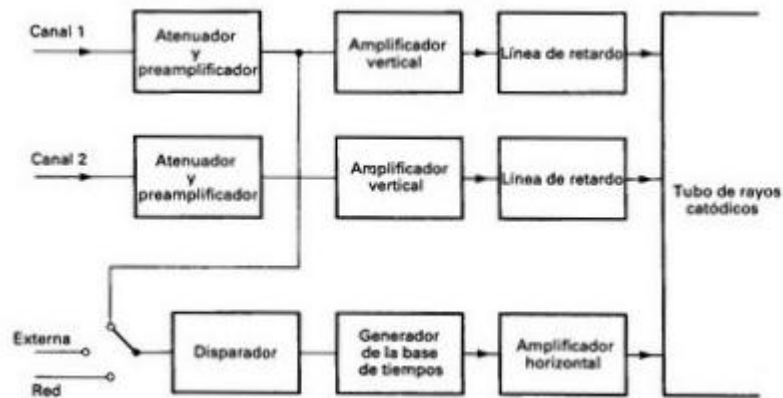

Fig.56.- Diagrama de bloques de un osciloscopio de doble haz.
Los términos de doble traza y doble haz se utilizan para osciloscopios que tienen dos entradas visualizándose dos trazos en la pantalla. El término canal se utiliza para cada entrada y estos osciloscopios se conocen como de dos canales, de cuatro y ocho. Los osciloscopios de doble haz tienen dos cañones de electrones independientes y por tanto dos haces de electrones. Cada haz tiene sus propias placas de deflexión (Y) y pueden tener un juego común de placas de deflexión (X) de esta manera una base de tiempos común, o unas placas de deflexión (X) individuales y así bases de tiempos independientes. La versión más barata y más comúnmente utilizada es la del instrumento de doble traza que utiliza un solo cañón de electrones e intercambia las placas de deflexión (Y) desde una señal de entrada a la otra cada vez que la base de tiempos se dispara. Por tanto la visualización se alterna entre canales. Este modo se conoce como modo alternado. Sin embargo tiene la desventaja de que los dos eventos indicados por las dos trazas no ocurren exactamente en el mismo tiempo. Si los dos eventos son cíclicos esto no representa ningún problema. Otra alternativa es muestrear las dos entradas más frecuentemente, saltando de un canal a otro a una frecuencia elevada. Esto se conoce como modo troceado. La frecuencia con la que las placas de deflexión cambian de una señal a otra es típicamente de alrededor de 150KHz. Fig.56.